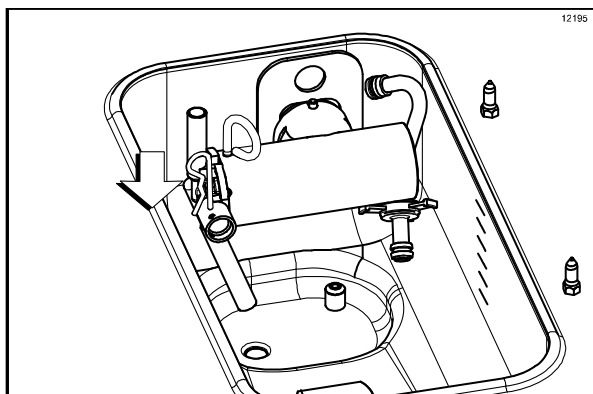

Рисунок 161
17. Снимите с насоса шплинт. Поставьте трубку подачи смеси в углу бачка для смеси. Установите шплинт на свое место, в выходном фитинге насоса. (См. рис. 161)